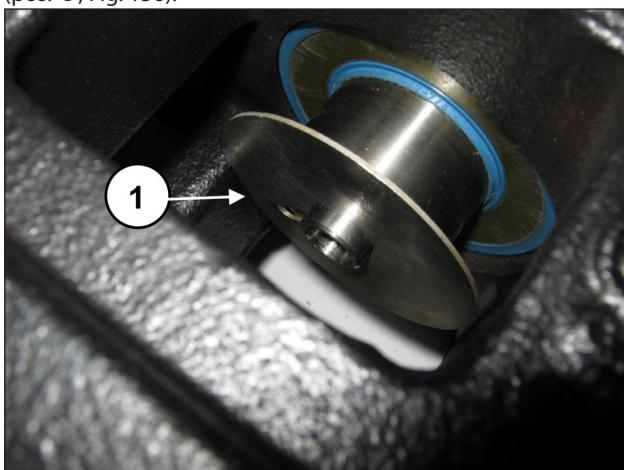

Fig. 156
Posizionare il paraspruzzi nell'alloggiamento sul guida pistone (pos. ①, Fig. 156).